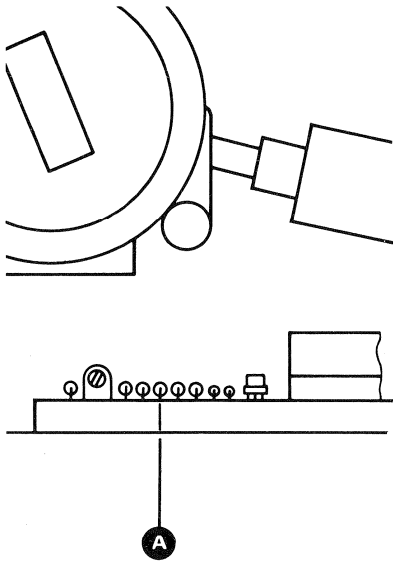

Fig. 5.6.-1
- Im beleuchteten Zustand muss am Punkt (A) (Fig. 5.6.—1) eine Gleichspannung von 4,2 V sein. (Messung mit einem Universalinstrument mit mindestens 20 000 Ohm/V DC.) Das Potentiometer soll auf Mittelstellung stehen.
- Bei eingelegtem Band (PE 36 RX) muss die Gleichspannung am Punkt (A) kleiner als 1 V sein.
- When illuminated a DC voltage of 4.2 V must be present at point (A) (fig. 5.6.—1); measured with an instrument with at least 20 kohms/V DC. The potentiometer should be in the centre position.
- With a tape in position (PE 36 RX) the DC voltage at point (A) should be less than 1 V.